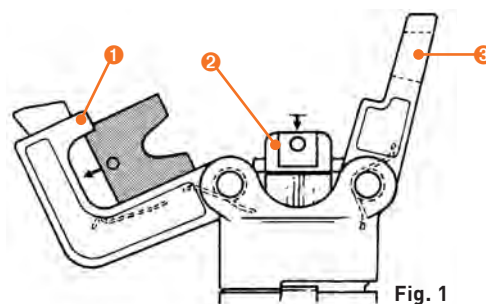

Fig. 1
Con riferimento alle **Figure 1 e 2**, scegliere la coppia di matrici adatte al tipo di contatto ed inserirle nelle rispettive sedi: una nel supporto matrice (21), l'altra nel supporto spingimatrici ②. (NB: le due matrici di ciascuna coppia sono uguali). Inserire il contatto, appoggiandolo nel posizionatore con la punta in avanti e richiudere la testa.